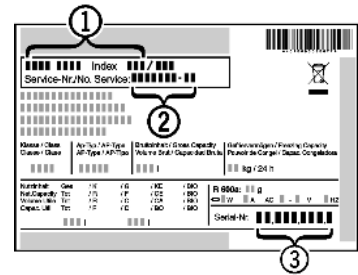

Fig. 6
► Прочетете от идентификационната табелка описанието на уреда Fig. 6 (1), сервизния № Fig. 6 (2) и серийния № Fig. 6 (3). Идентификационната табелка се намира на лявата вътрешна стена на уреда.
- Обадете се на сервизната служба и посочете неизправността, описанието на уреда Fig. 6 (1), сервизния № Fig. 6 (2) и серийния № Fig. 6 (3).